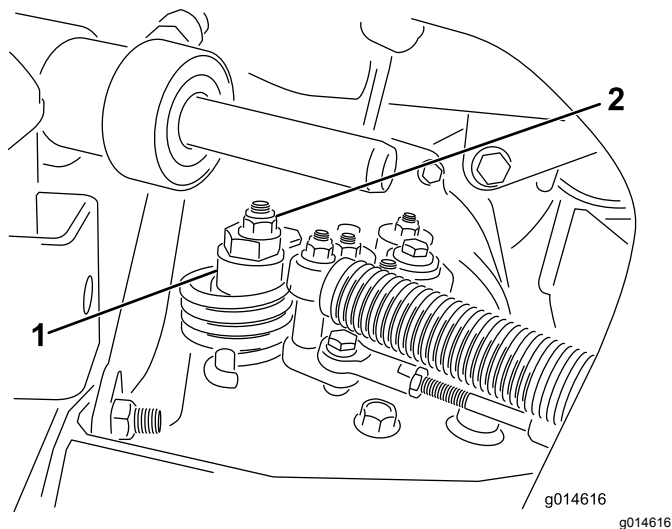

Figura 37
- A. Allentate il dado che fissa l'eccentrico alla parte superiore dell'igrostatato (Figura 37).
- C. Fate girare l'eccentrico finché non riscontrate movimenti in alcuna direzione. Quando la ruota cessa di girare, serrate il dado di bloccaggio dell'eccentrico per mantenere la messa a punto (Figura 37). Verificate la regolazione portando l'acceleratore in posizione di MINIMA e MASSIMA.